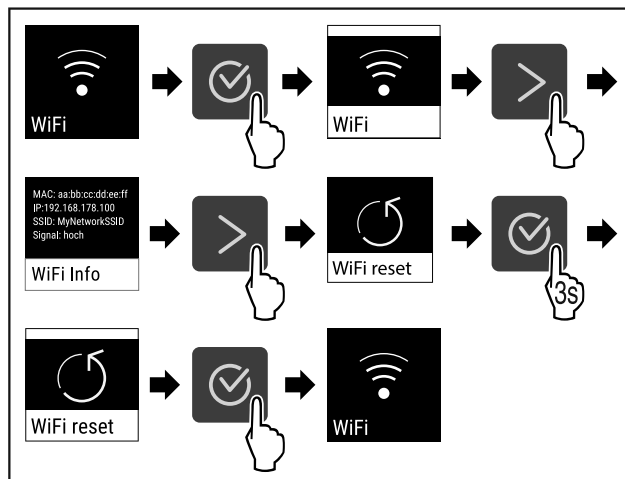

Fig. 87
- ▶ Proveďte akční kroky (viz Fig. 87) .